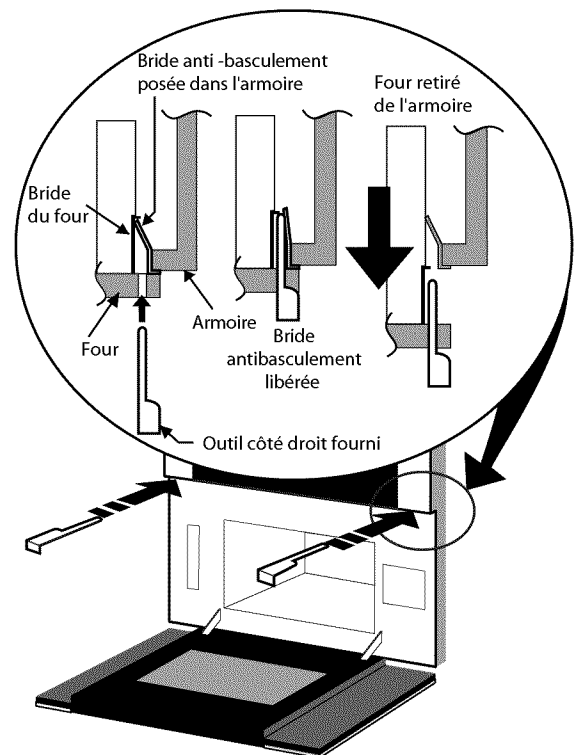

Figure 5
2. Pour retirer le four en cas de réparation, ouvrir la porte et repérer les deux trous dans le châssis latéral. Simultanément insérer les outils fournis avec l'appareil dans les deux trous et tirer le four vers vous. Voir Figure 5.